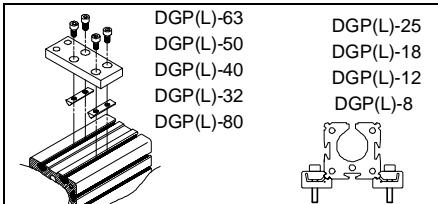
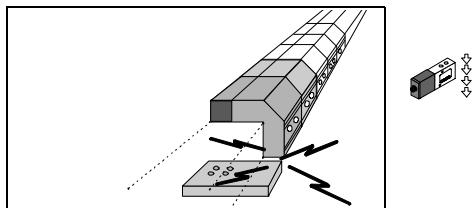

Fig. 6/Bild 6
Fig. 6a/Bild 6a
- Collocare i supporti centrali sul DGP(L)-...-B come da fig. 6 in modo che gli stessi non ostacolino il percorso della del carico (vedi fig. 6a). I tasselli scorrevoli possono essere agganciati in qualsiasi punto della scanalatura.
- SOLLEVARE L'INSERTO SLITTA DEL CILINDRO (12).
- Placer mittstöden på DGP(L)-...-B enligt bild 6 så att dessa inte befinner sig i den rörliga massans rörelseområde (se bild 6a). Spärmuttrarna för montering av mittstöden kan placeras var som helst i spåret.